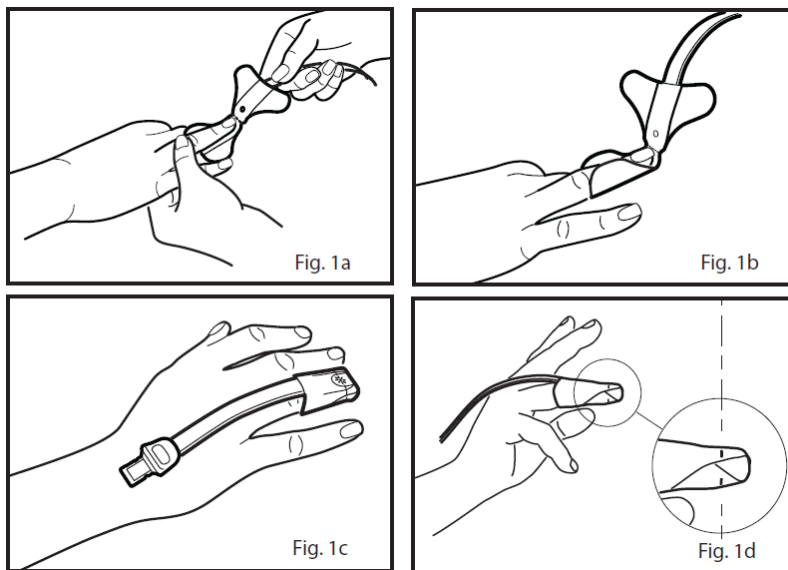

Fig. 20 Applicazione del sensore RD SET per bambini 10-50 kg
- 2 Fare riferimento alle Fig. 1a nella Fig. 20: Allineare il cavo del sensore in modo che il ricevitore possa essere collegato per primo. Posizionare il polpastrello sulla linea tratteggiata in modo che il contorno del dito e la finestra del ricevitore siano coperti dalla parte carnosa del dito.
- 3 Fare riferimento alle Fig. 1b nella Fig. 20: Premere le ali autoadesive sul dito una dopo l'altra. Per ottenere dati corretti, la finestra del ricevitore deve essere completamente coperta.
- 4 Fare riferimento alle Fig. 1c nella Fig. 20: Piegare il sensore sul dito in modo che la finestra del trasmettitore (stella rossa) sia posizionata sopra l'unghia. Fissare le ali una ad una intorno al dito.
- 5 Fare riferimento alle Fig. 1d nella Fig. 20: Se montato correttamente, trasmettitore e ricevitore sono allineati verticalmente (le linee nere devono corrispondere). Riposizionarli se necessario.